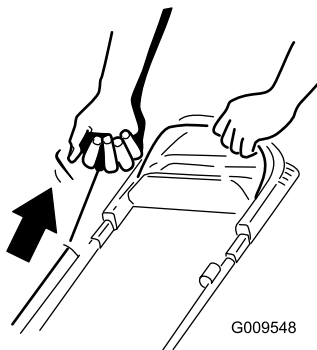

Figure 18
2. Tirez la poignée du lanceur (Figure 18).
Remarque: Tirez lentement la poignée du lanceur (Figure 18) jusqu'à ce que vous sentiez une résistance, puis tirez vigoureusement. Laissez le lanceur se rétracter lentement jusqu'à la poignée.